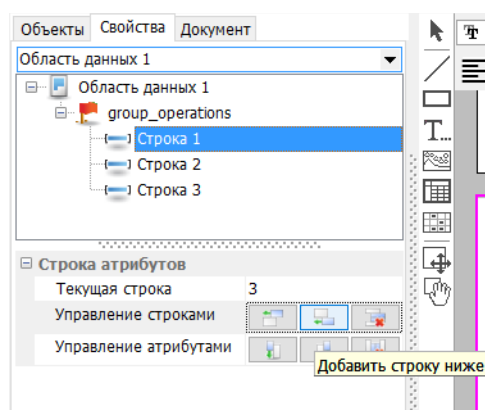

Рис. 10.67. Добавление строк для заполнения атрибутами
- ✚ внизу в настройки атрибутов в ячейке **Управление строками** (Рис. 10.67) нажать кнопку **Добавить строку выше** или **Добавить строку ниже**.
- в ячейке **Управление атрибутами** (см. Рис. 10.67) нажать кнопку **Добавить атрибут слева** (или **Добавить атрибут справа**);